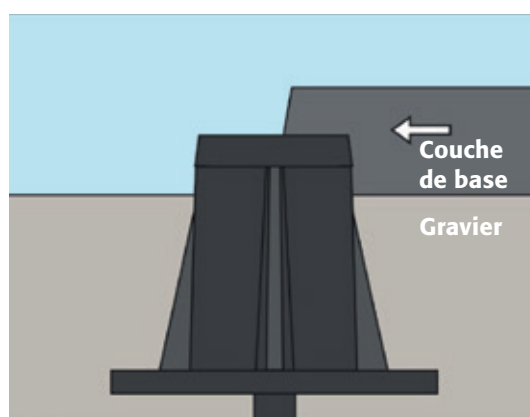

Fig. 2
6. Poussez le couvercle vers le bas. Le finisseur peut maintenant poser la couche de base sur les capes. (**Fig. 2**)